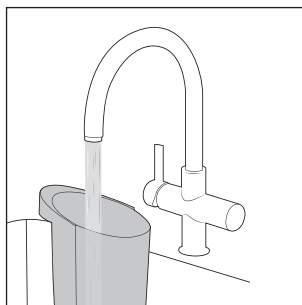

Rys. 21
- ♦ Wyciągnij pokrywę zbiornika na brudną wodę **9** do góry ze zbiornika na brudną wodę **2** (patrz rys. 21).